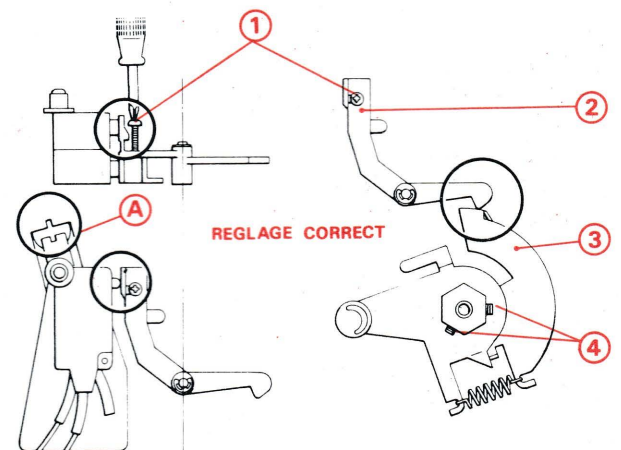

Fig. 12
a) FONCTION ARRÊT (Fig. 12)
- 2° - Desserrer les vis (4) et positionner le levier (3) pour obtenir un réglage comme indiqué sur la figure.
- 3° - Bloquer les vis (4).
- 4° - Régler la vis (1), de façon à ce que le levier (2) appui simultanément sur chaque contact des micro-contacteurs. (Régler si nécessaire en (A) le déplacement angulaire de la plaque support des micro-contacteurs).